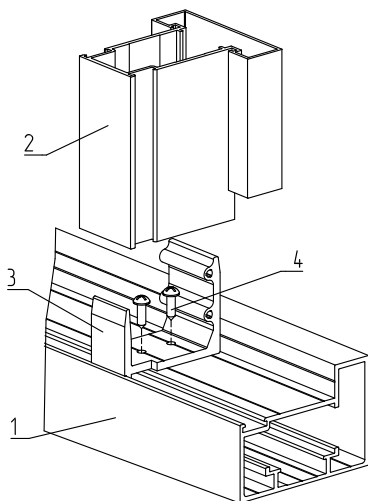

Рис. 57. Установка соединителей под вертикальный разделительный импост (столб):
- установка соединителей под вертикальный разделительный импост(столб) (рис. 57).